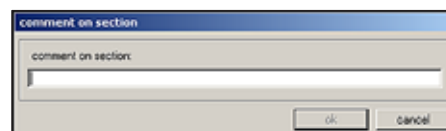

图 41
- 1 **New (新建)** 单击此按钮可以打开 **Comment on section (切片备注)** 对话框 (→ 图 41)。